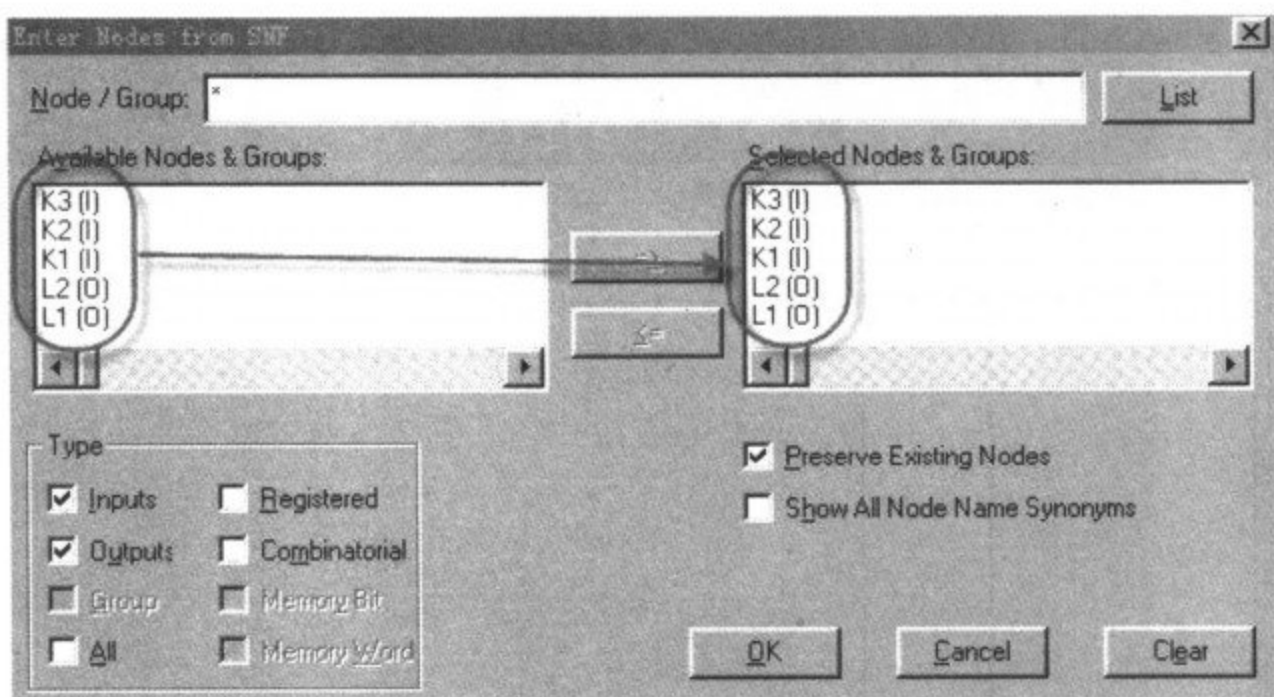

图 3-23 端口列表
(3) 点击 List, 将出现端口列表, 你默认是选择全部, 你也可以通过左键和 Ctrl 组合来选择你想要的信号。点“=>”图标, 将 K1、K2、K3、L1、L2 信号加入 SNF 文件中, 如图 3-23 所示。
(4) 对信号进行赋值, 这里, 我们对 K1、K2、K3 输入信号赋予周期值。